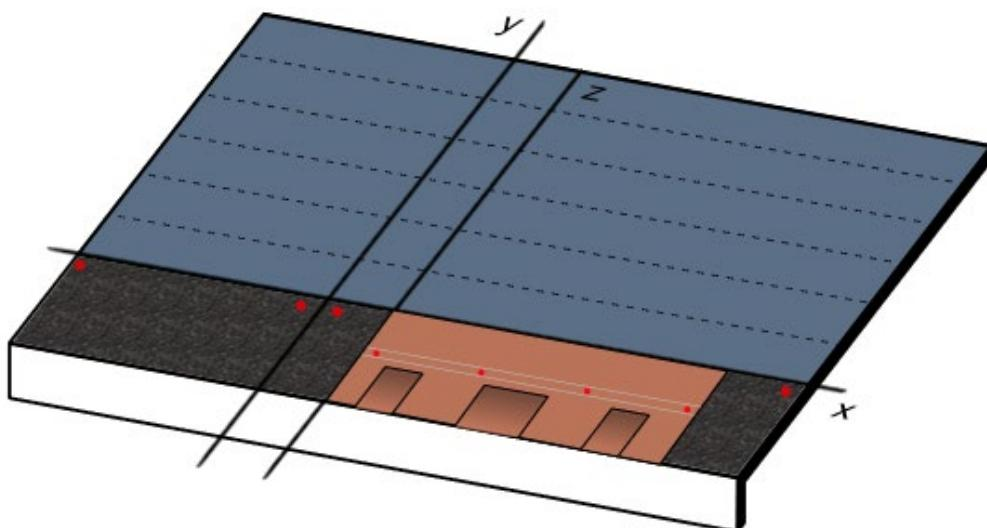
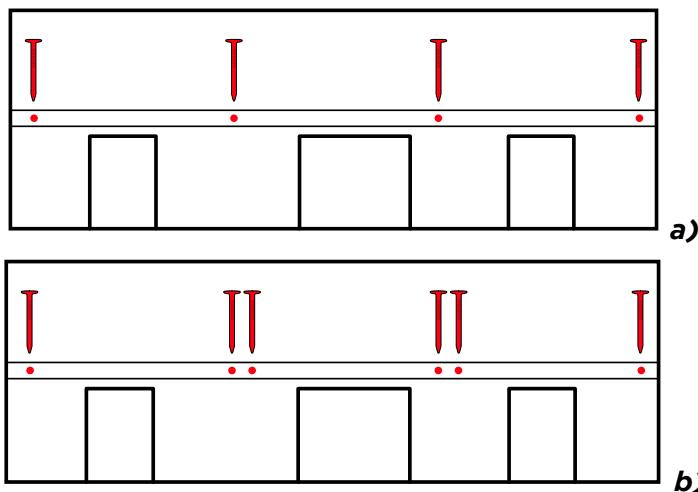

Fig. 7 – Posa delle tegole
Fig. 8 – Chiodatura tegole **a)** pendenze <60°; **b)** pendenze >60°
- Procedere con la posa della fila di partenza: allineare il bordo laterale della Start Line SA con la verticale **y** e il bordo superiore sull'orizzontale **x**. Rimuovere il film retrostante e fissare la Start Line SA con dei chiodi posti alle estremità superiori - Fig. 7. Disporre e chiodare la Start Line SA in adiacenza, fino al completamento di tutte le falde.
- Procedere con la posa della prima fila di tegole: allineare il bordo laterale della prima tegola sulla verticale **z** e il bordo superiore sull'orizzontale **x** - Fig. 7. Chiodare la tegola al sottofondo posizionando 4 chiodi per tegola, tra le due linee bianche, come da Fig. 8 a). Nel caso di pendenze di falda tra 60°- 85°, posizionare 2 chiodi aggiuntivi vicino al secondo e al terzo chiodo, per un totale di 6 chiodi per tegola, come da Fig. 8 b). Procedere con la posa di tutte le tegole della fila.